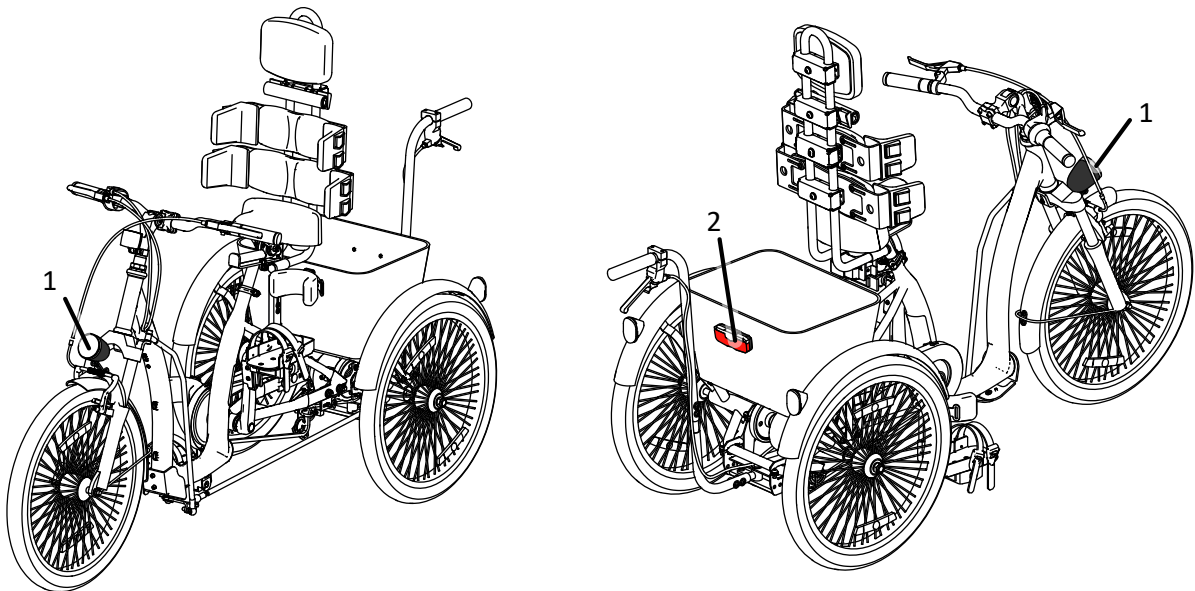

Abb. 8
Abb. 8 zeigt die Anordnung der elektrischen Beleuchtung. Das weiße Licht (1) ist an der Vorderradgabel befestigt. Das rote Licht (2) ist an dem Korb am Heck des Fahrrads angebracht. Die elektrischen Lichter werden von einer Lichtmaschine im Vorderrad angetrieben und haben eine Backup-Funktion, d.h. die Lichter können noch ca. 2 Minuten nach dem Anhalten des Fahrrads eingeschaltet bleiben.